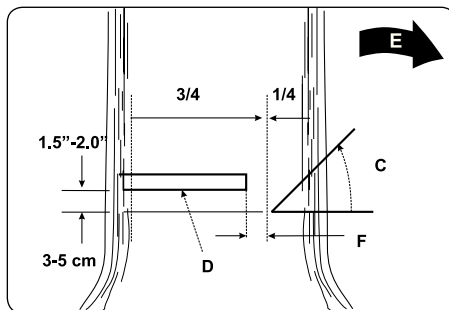

Рис. 13
ПРЕДУПРЕЖДЕНИЕ: Не ходите перед деревом, которое уже подрезано. Окончательный срез (D) выполняется с обратной стороны дерева в 3–5 см над горизонтальной основой подреза (С) (Рис. 13).